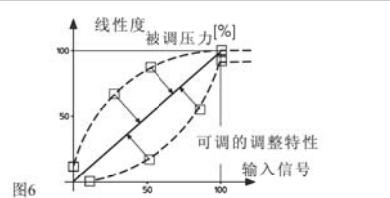

图6
- \* 曲线的线性度，允许修正任何阀的液压调整特性，如使压力控制阀的调整曲线线性化或使换向阀的特性从线性变为非线性（图6）。